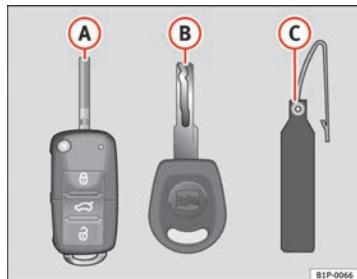

Fig. 63 Juego de llaves
- una llave con mando a distancia ⇒ **fig. 63 A** con espadín desplegable,